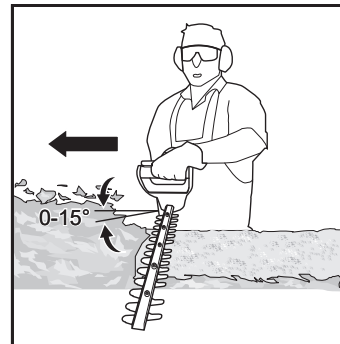

Fig. 8
7. Tras cortar ambos lados, continúe con la parte superior. Intente mantener el dispositivo con una inclinación de 15°, aproximadamente, con respecto a la superficie de corte (Fig. 8).